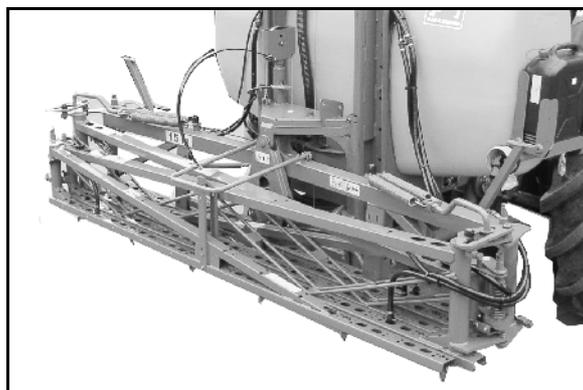

Bild 49
4. Efter infällning ska man kontrollera att transportsäkringen är riktigt låst (Bild 49).